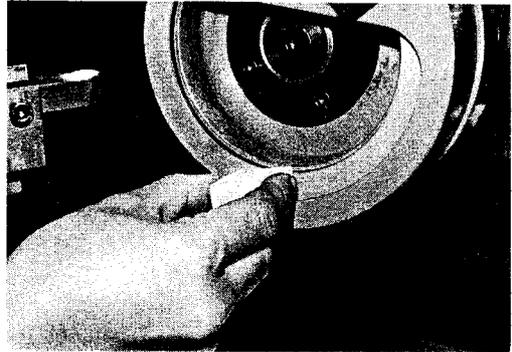

図1-13 WAスティックによるドレッシング
(1) 主切れ刃を研削する。
- ① 砥石の起動スイッチおよび研削液スイッチをONにする。
- ② 旋回台移動ハンドル（切込みハンドル）で切込みを与え研削を行う。
- ③ 約30秒間押しつけた後、切込みを戻し、急速前後進レバーで砥石を戻し、ダイヤモンド砥石のドレッシングを行う。
- ドレッシングは粒度# 300~400のWAスティックを手で保持して行う（図1-13）。
- ④ 研削とドレッシングを2~3回繰り返す。
- ⑤ 切れ刃部の研削状態を調べる。
- 削り残しがある場合は、①~⑤の作業を繰り返す。